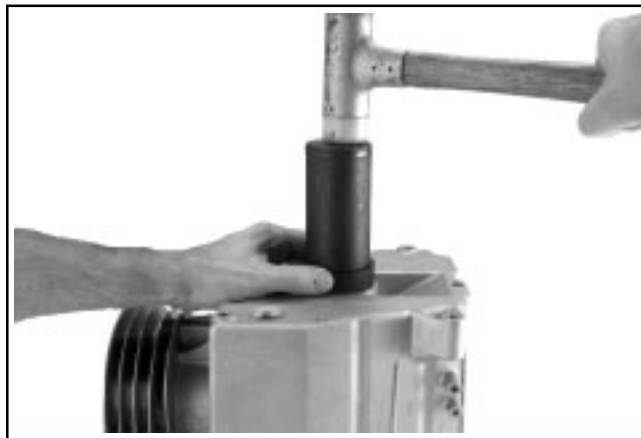

Figure 10-1. Installation du joint d'huile côté transmission.
1. Appliquer une petite quantité d'huile sur le diamètre extérieur et la lèvre du joint d'huile côté transmission avant de le mettre en place. Utiliser un outil de montage pour joint et installer le joint à une profondeur de **5,5 mm (0,216 in.)** dans le carter. Voir les Figures 10-1 et 10-2.